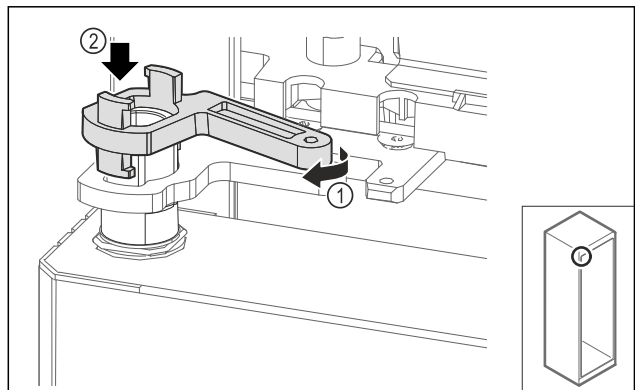

Fig. 66
- ▶ Завъртете леко блокировката на лагерната стойка Fig. 66 (1) и я поставете върху втулката Fig. 66 (2).